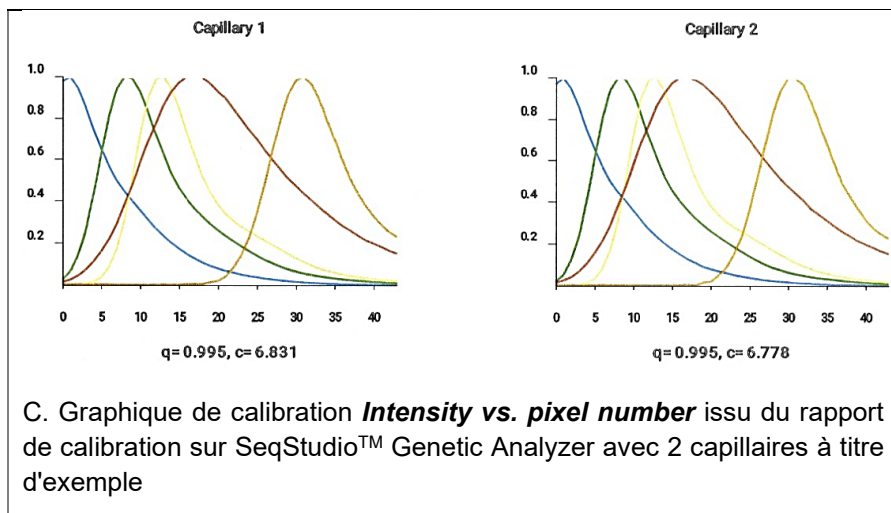

Figure 1. Visualisation des données de calibration sur différents Genetic Analyzers
Les deux valeurs se trouvent dans le **calibration report** (voir Figure 1 pour 3500 Genetic Analyzer (B) et SeqStudio™ Genetic Analyzer (C))